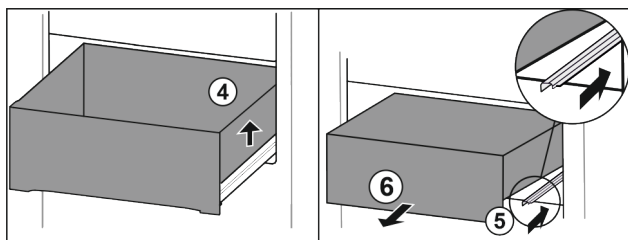

Fig. 78
- ▶ Podignite ladicu desno. Fig. 78 (4)
- ▶ Gurnite desnu vodilicu. Fig. 78 (5)
- ▶ Izvadite ladicu prema naprijed. Fig. 78 (6)